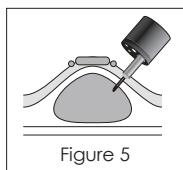

Figure 5
4. Appuyez complètement sur la poignée jusqu'à la la position limite, de sorte que la pointe de l'aiguille s'étende hors de la gaine extérieure. Faites avancer l'aiguille dans la muqueuse, puis à l'aide de la seringue fixée, réalisez l'injection au besoin (reportez-vous à la Figure 5).